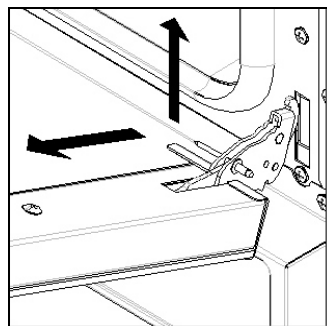

Fig. 2
- Soulever légèrement la porte et l'enlever (Fig. 2);